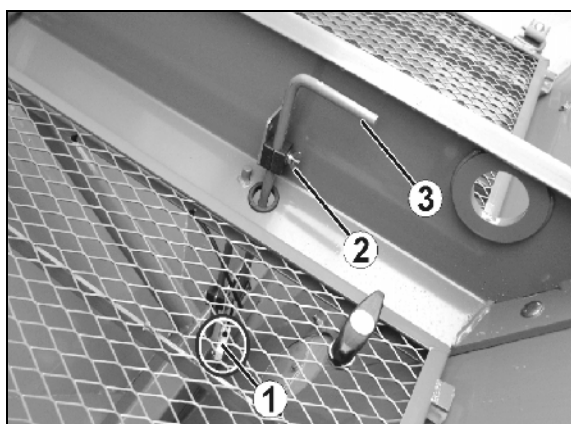

Рис. 90
1. Отверните барашковую гайку (Рис. 90/2).
2. С помощью ручки (Рис. 90/3) отрегулируйте нужную высоту установки датчика уровня наполнения (Рис. 90/1).